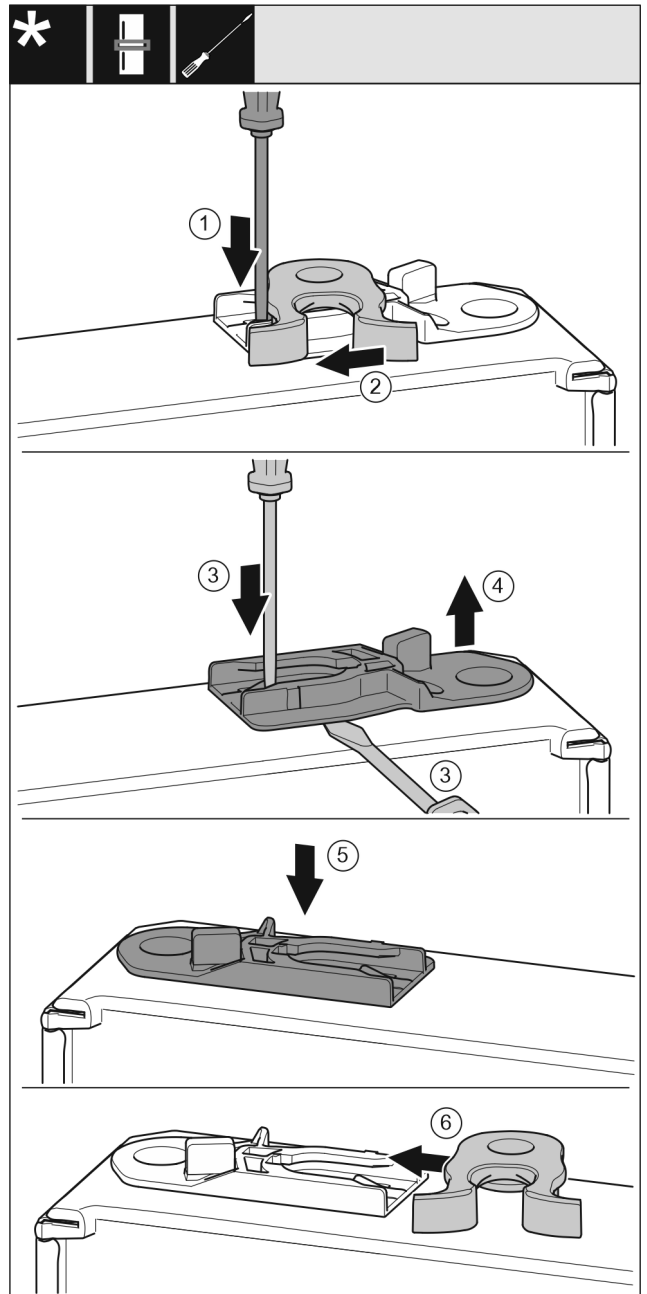

Fig. 17
- Spiediet ar skrūvgriezi mēlīti uz leju. Fig. 17 (1)
- Izvelciet aizvēršanas āķi no vadotnes. Fig. 17 (2)
- Izvelciet vadošo ieliktni: spiediet ar skrūvgriezi mēlīti un vienlaikus ar skrūvgriezi virziet zem vadošā ieliktna. Fig. 17 (3, 4)
- Iebīdīiet piegādes komplektācijā klātpievienoto vadošo ieliktni ierīces otrajā pusē. Fig. 17 (5)
- Iebīdīiet aizvēršanas āķi vadotnē. Fig. 17 (6)